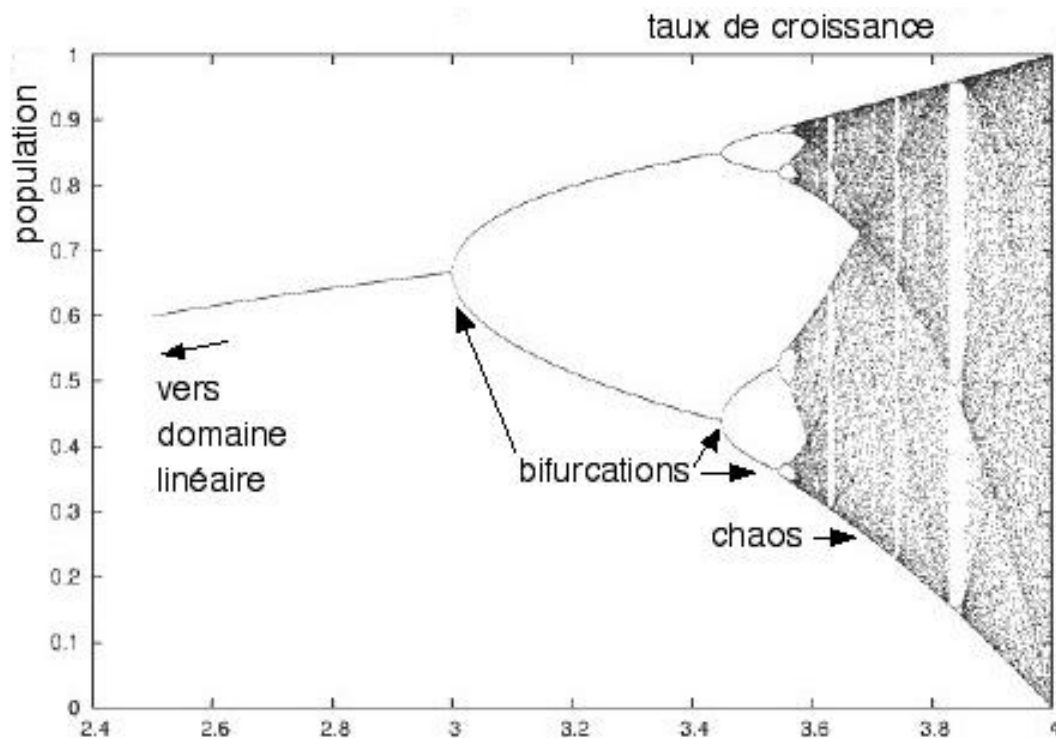

Figure 1 – Diagramme de Feigenbaum
7. Tracer en figure 1 le comportement de u_n de 0 à 1000 jours. L'allure de la courbe est-elle en accord avec la prédiction théorique ?